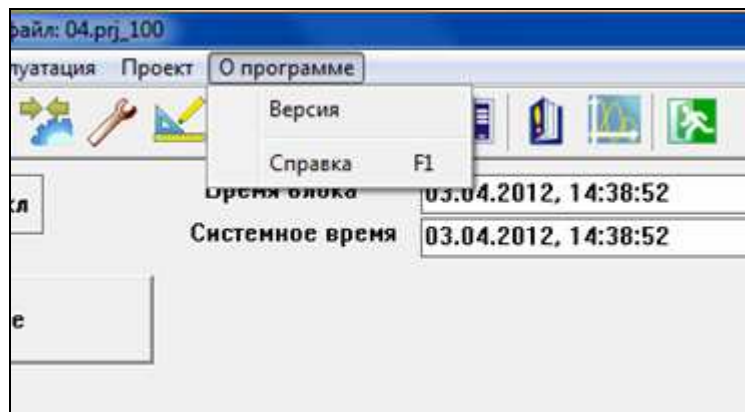

Рисунок 29
3.1.2.7 Пункт главного меню «О программе» (рисунок 29) содержит два подпункта – «Версия» и «Справка».